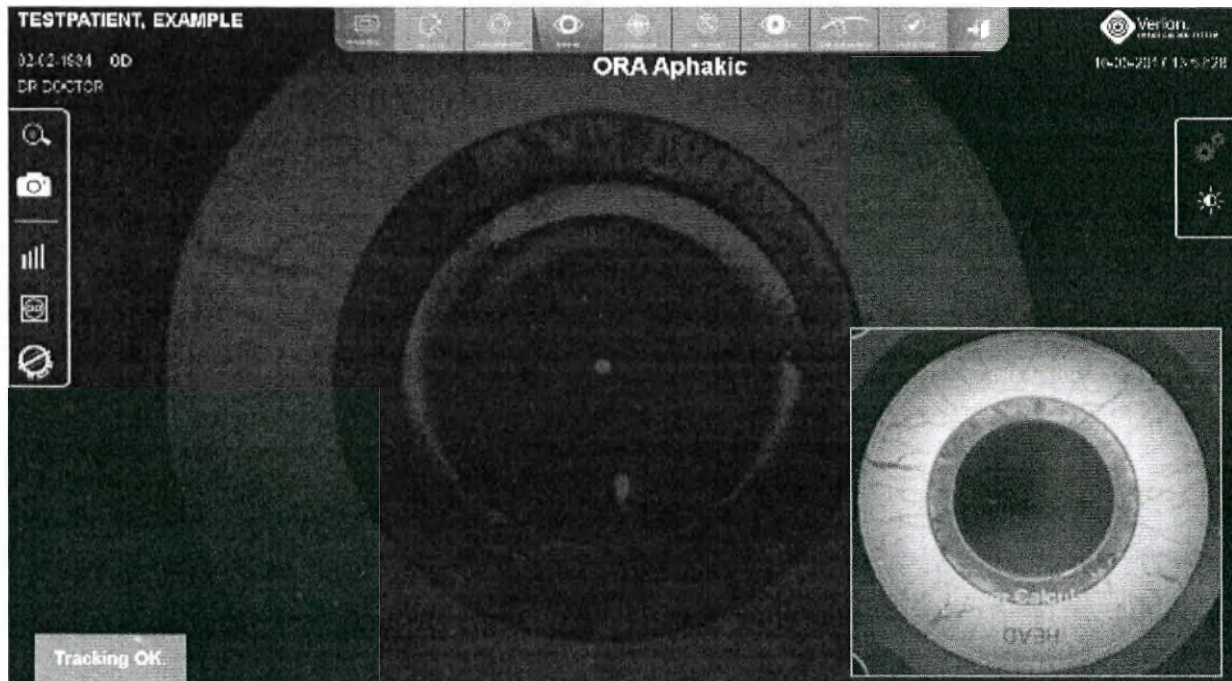

Рисунок 160. Цифровой интерфейс M — активный этап «Афакичное измерение»; вид экрана и MID
- MID будет отображать подсказку о расчете оптической силы (Рисунок 160).